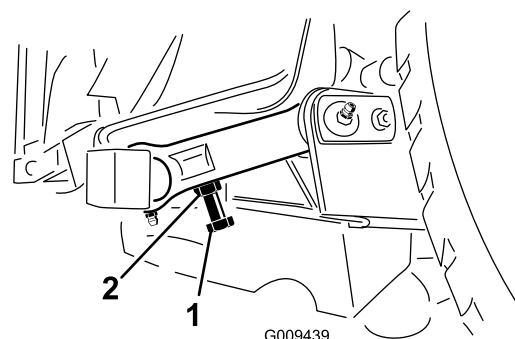

Figure 27
3. Pour ajuster la distance, trouvez le boulon sur la biellette de pivot arrière du plateau de coupe (Figure 27). Desserrez l'écrou de blocage sur le boulon de réglage. Desserrez ou serrez les boulons de réglage pour obtenir un écartement de 10 à 16 mm, puis serrez l'écrou de blocage.